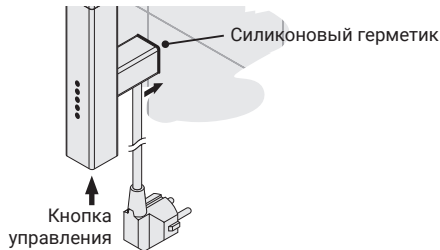

Рис.5
4.1.6. Для повышения степени защиты произвести герметизацию шва силиконовым герметиком по контуру примыкания модуля скрытого подключения и стены (рис. 5).
- 5.2. Выбор различных режимов работы устройства (включение) происходит при последовательном нажатии на кнопку управления (см. рис. 5, 13), находящуюся на торце изделия: